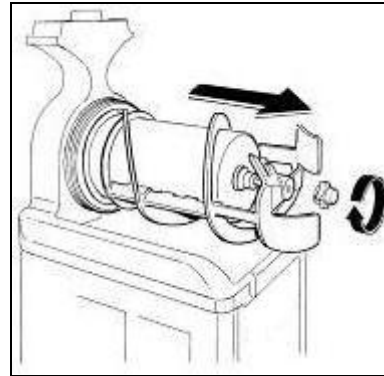

Fig. 16
- Svitare il pomello di fissaggio nel senso della freccia (filettatura sinistra) e procedere all'estrazione del gruppo di miscelazione e delle guarnizioni di tenuta (fig.16).